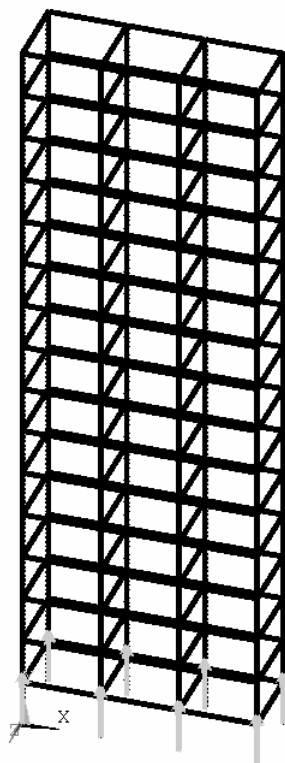

图 10-35 对地基的载荷
(2) 在“Specify Loads for LS-DYNA Explicit”窗口中“Load Labels”后的方框中选择“UY”，在“Component name or PART number:”后选择“BASE”，在“Parameter name for time values:”后选择“TIME”，在“Parameter name for data values:”后选择“YDIS”，然后单击“APPLY”按钮。图形界面上显示出对框架底部沿 Y 方向的位移约束（见图 10-35。注意：这里是使用施加载荷的方式来代替约束的）。